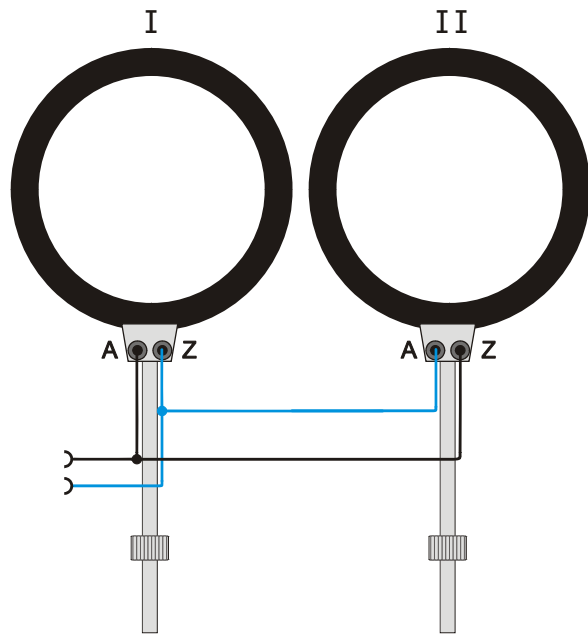

Fig. 1.2 Montage en parallèle
- En cas de montage en parallèle, relier la douille A de la bobine 1 à la douille Z de la bobine 2 et la douille Z de la bobine 1 à la douille A de la bobine 2 (voir fig. 1.2).